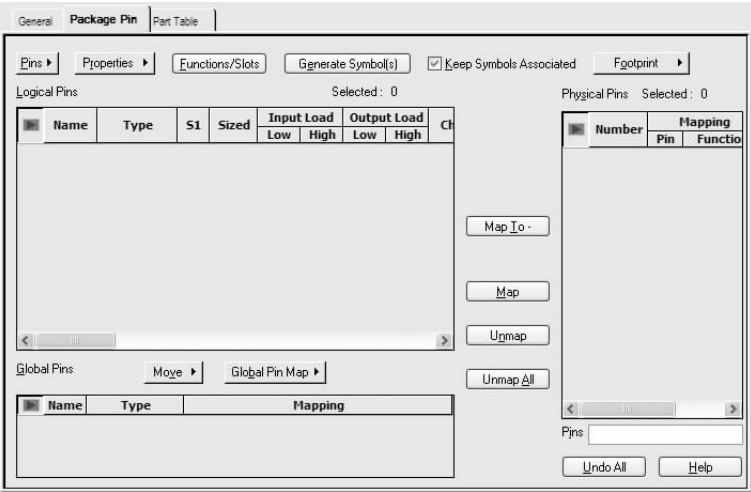

图 2-83 “Package Pin”选项卡
1) 在如图 2-83 所示对话框内选择“Package Pin”选项卡。